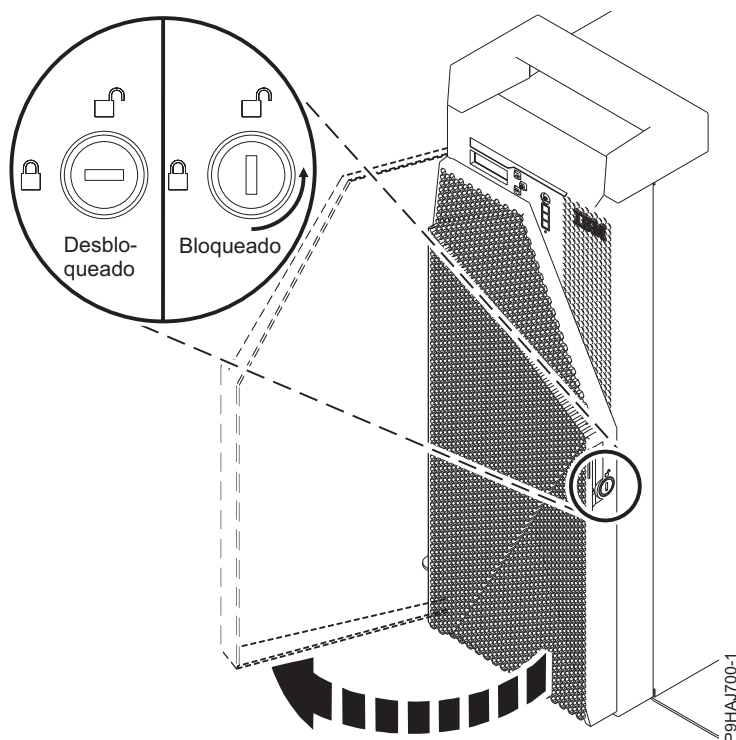

Figura 39. Desbloqueo de la puerta frontal
1. Inserte la llave de la puerta frontal en la cerradura, tal como se muestra en la Figura 39. Gire la llave hacia la izquierda (en sentido contrario a las agujas del reloj) para abrir la puerta. En posición horizontal está cerrada, en posición vertical está abierta. Abra la puerta frontal.